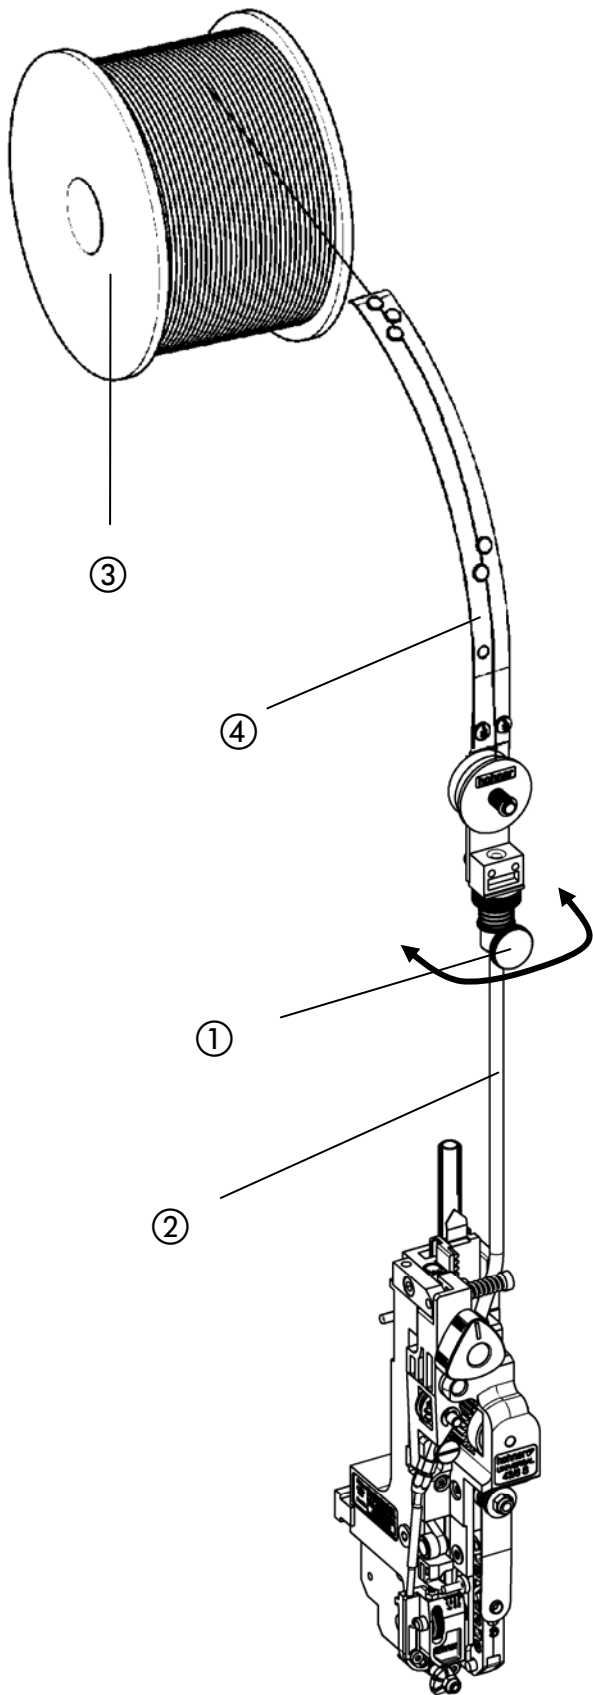

Fig. 6
- Fig. 6 -
- Aflojar el tornillo moleteado ① y colocar el gancho de alambre ④ en el tubo guía de alambre ②.
- Alinear el gancho de alambre ④ respecto al rollo de alambre ③ para garantizar una guía del alambre perfecta.
- Al apretar el tornillo moleteado ① fijar el gancho de alambre ④.